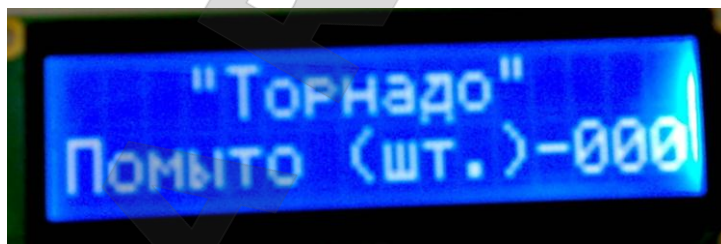

Рис. 6.2.
5.5. В ждущем режиме дисплей отображает количество помытых колес (рис.6.2). При достижении количества равного 300 колес** на экране высветится надпись: «Замените воду» и перестанут запускаться программы. Для обнуления счетчика и сброса сообщения необходимо нажать и удерживать кнопку «Обдув воздухом «V» до тех пор, пока сообщение не пропадет (3-5с).